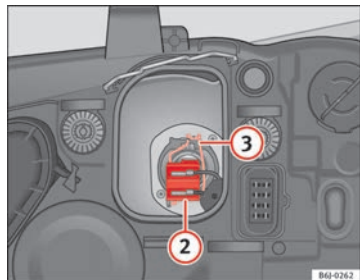

Fig. 153 Anabbaglianti
- Estrarre il connettore ⇒ fig. 153 ② della lampada.
- Sganciare la molla di ritegno ⇒ fig. 153 ③ premendo verso l'interno e a destra.